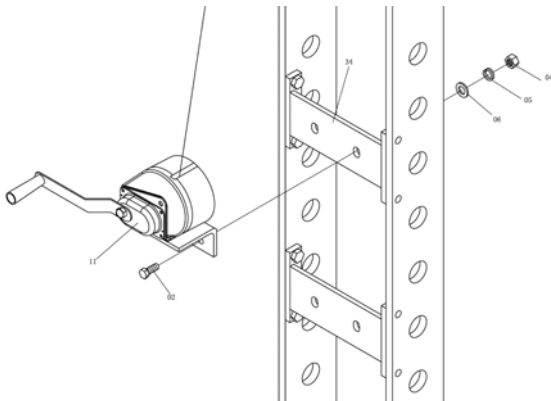

Abb. 10: Seilwinde montieren
Schritt 2: Die Seilwinde mit den Schrauben, Scheiben und Muttern außen am Gestell befestigen (siehe Abb. 10).